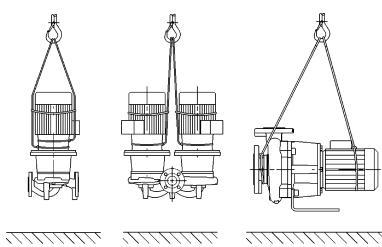

Fig. 7: Transport pump
- Transportne ušice na motoru pritom služe samo za vođenje pri prihvatu tereta (Fig. 7).